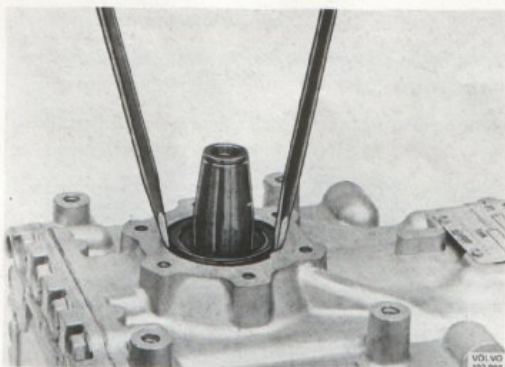

Bild 50. Demontering av tätning
3. Demontera tätningen genom att växelvis bända med två mejslar enligt bild 50. Bänd försiktigt så att vevhusets eller axelns tätningsyta ej skadas.